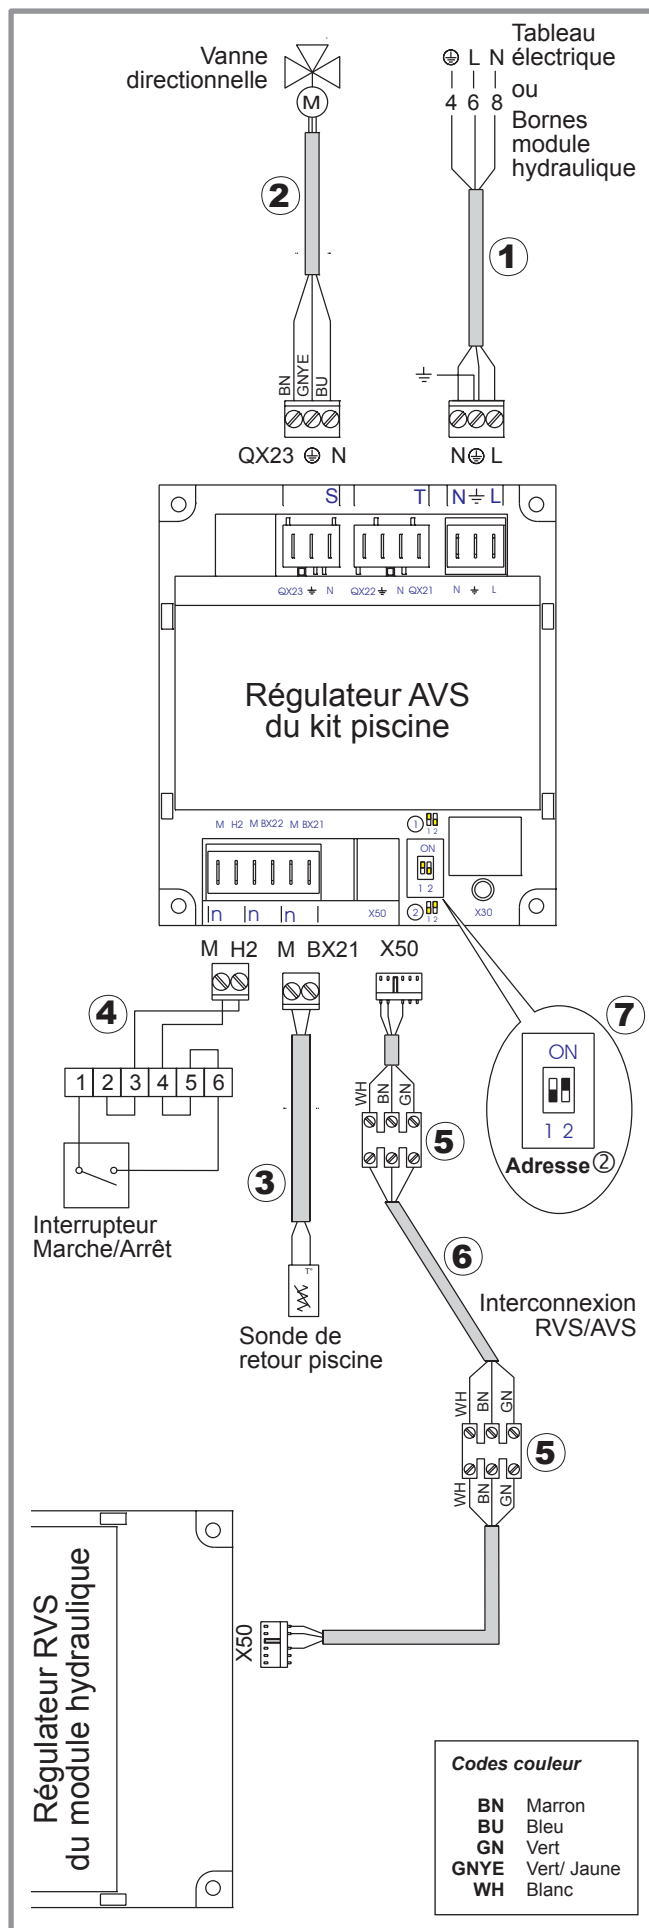

Figure 4 - Câblage électrique du kit piscine (un circuit de chauffe)
2.4.1 Si 1 circuit de chauffe (voir figure 4)